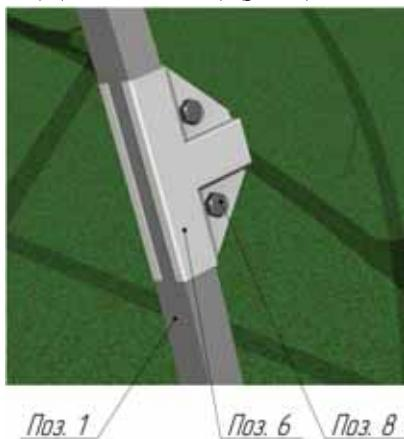

Рис. 7. Монтаж крепления-спайдер «Т-образного»
5. Закрепить на торец с форточкой и дверью (**Поз.1**) крепление-спайдер «Т-образный» (**Поз.6**) (не затягивать) (рис.7).